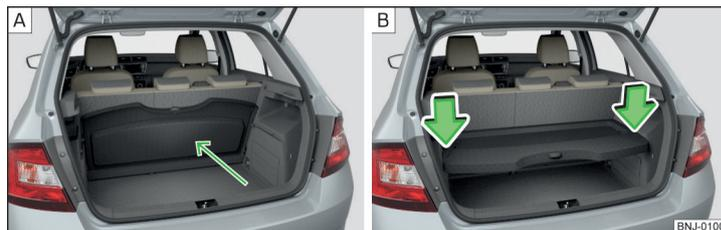

Fig. 96 Cubierta del maletero: Detrás de los respaldos de los asientos traseros / guardado en la posición inferior
El cubrimiento se puede retirar del vehículo, dado el caso se puede guardar en dos posiciones » fig. 96 de la pág. 80.
La cubierta del maletero se puede guardar detrás de los respaldos de los asientos traseros » fig. 96 - **A** o en la posición inferior » fig. 96 - **B**.
- » Presionar sobre la parte superior de la cubierta en el sentido de la flecha » fig. 96 - **B**.